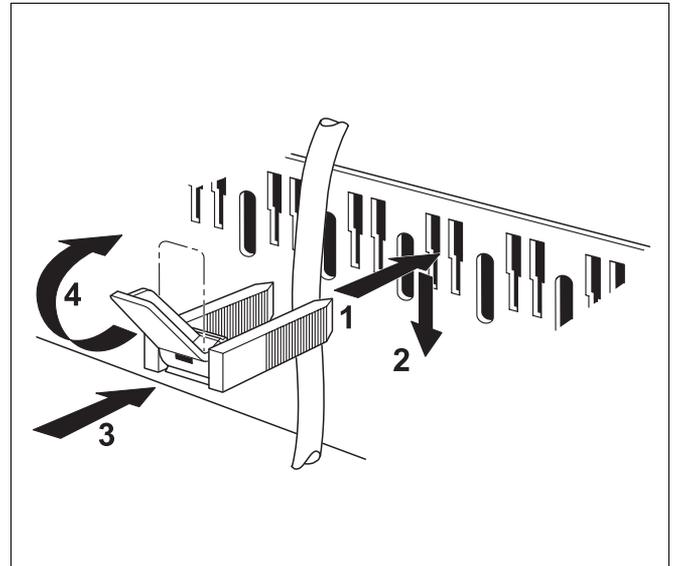

Abb. 33 Leitungen mit Kabelschellen sichern
- Kabelschellen, wie in Abb. 33 dargestellt, mit eingelegerter Leitung von oben in die Schlitze des Schellenrahmens einsetzen (Abb. 33, **Schritt 1**).
- Kabelschellen herunterschieben (Abb. 33, **Schritt 2**).
- Gegendrücken (Abb. 33, **Schritt 3**).
- Hebel nach oben umlegen (Abb. 33, **Schritt 4**).